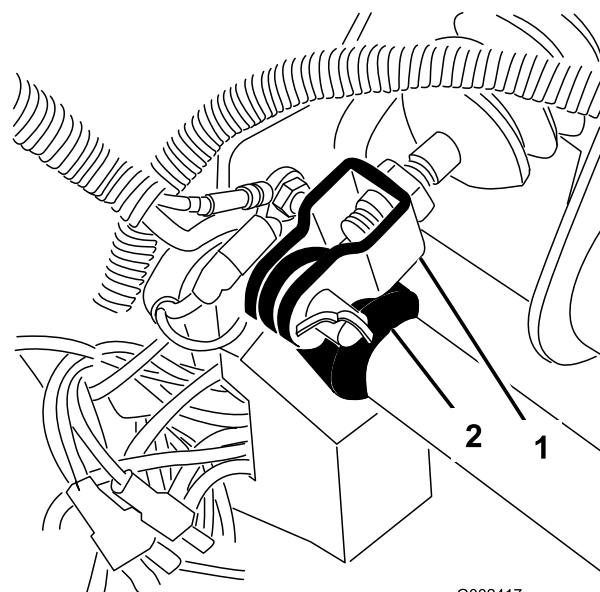

Рисунок 60
1. Снимите шплинт и шплинтуемый штифт, которые крепятвилку главного тормозного цилиндра к оси педали тормоза (Рисунок 60).